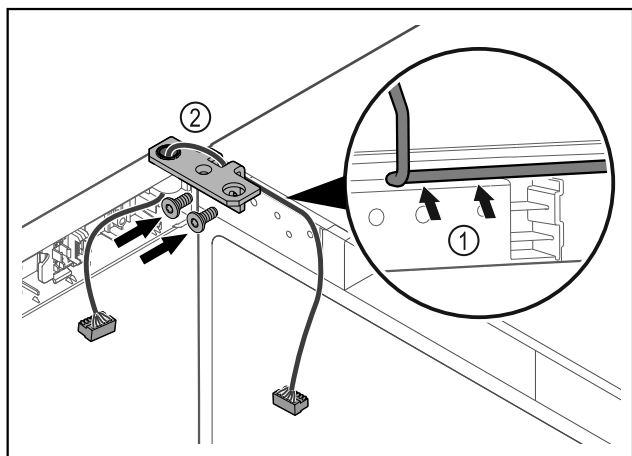

Fig. 42
- Läg kabeln genom gångjärnsfästets urtag och dra den försiktigt Fig. 42 (1).
- Skruva fast gångjärnsfästet Fig. 42 (2).